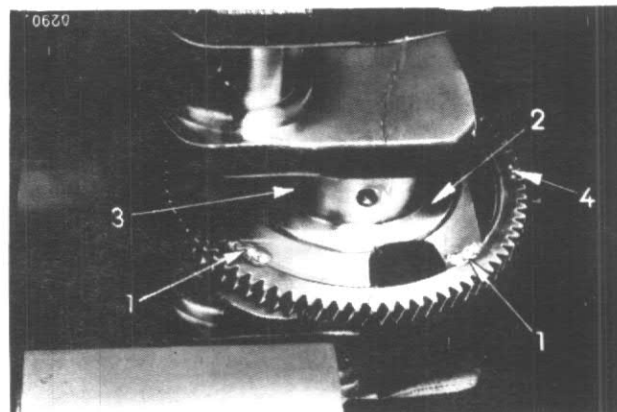

Figure 103
Supprimez les quatre soudures (1) fig. 103 et dégagez la couronne du vilebrequin.